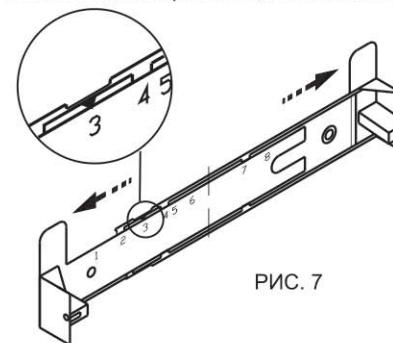

РИС. 7
6.6 Крепление кронштейна к стене (рис. 7, 8).
- прежде чем прикрепить кронштейн к стене, необходимо выставить кронштейн на нужный размер (равный ширине верхней фальштрубы) рис.7, для этого увеличьте размер кронштейна (если это необходимо), раздвинув его, и установите фиксатор напротив цифры соответствующей Вашему зонту (см. графа N, табл.3 )